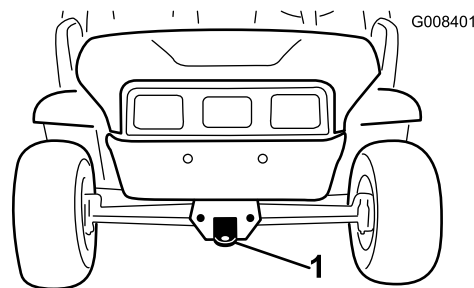
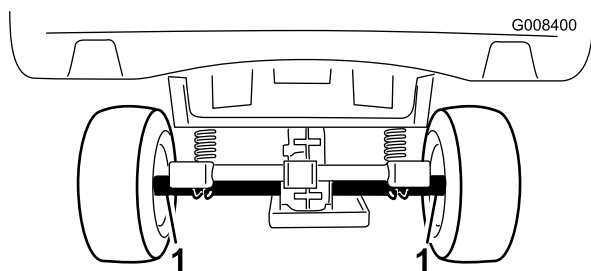

Figura 21
Figura 22
Em distâncias longas, transporte a máquina num atrelado. Verifique se a máquina se encontra bem presa ao atrelado. Consulte Figura 21 e Figura 22 para localizar os pontos de fixação do veículo.
2. Ate um cabo de reboque ao garfo, na parte dianteira do chassis da máquina (Figura 21).